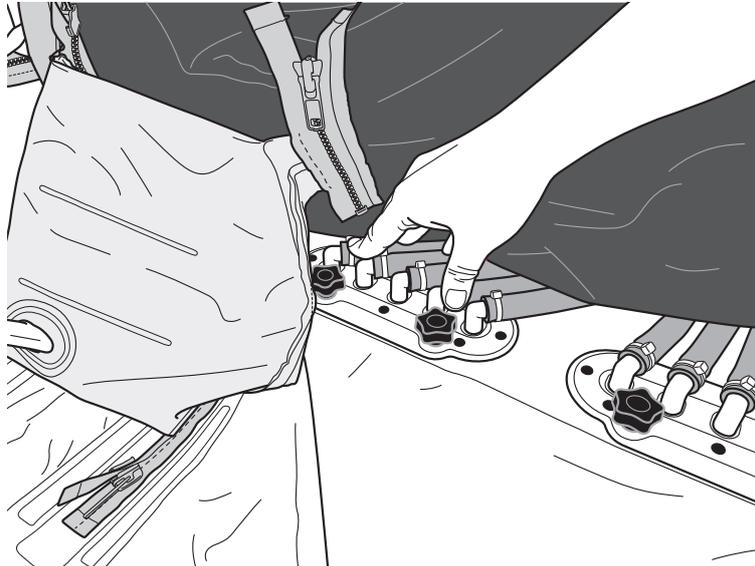

Figura 7: Pressione os conectores de ar com firmeza
3. Se o colchão não encher, ou se ouvir uma fuga de ar, verifique se as válvulas para RCP estão fechadas. Verifique se existe uma fuga no ponto de ligação do colchão à estrutura. Consulte a secção Acoplar o colchão de ar integrado, figura 7, para apertar esta ligação.